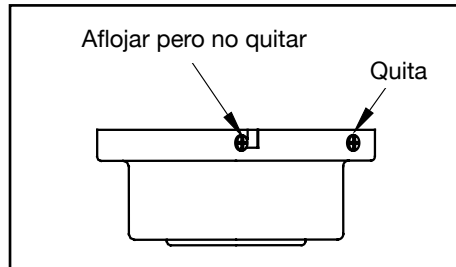

Figura 5
1. Retira la placa de montaje de la cubierta aflojando los cuatro tornillos de la parte superior de la misma. Quita los dos tornillos sin ranura y afloja los tornillos ranurados. Esto te permitirá retirar la placa de montaje. (Figura 5)